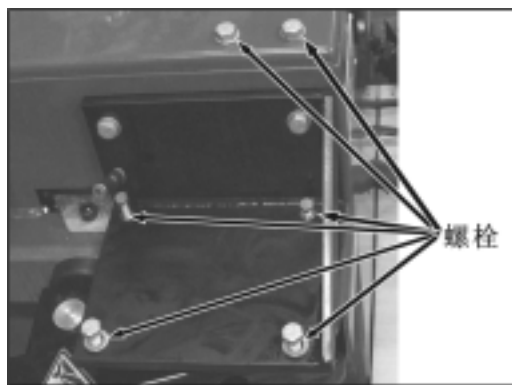

图 16
2. 将机箱右侧的螺栓（如图 16）和垫片取下，然后将机体（如图 15 中安装好的组件）竖立在座架上，加上垫片用螺栓拧紧，最后将机体下部漏出的 pu 管从机箱右侧的小孔插入箱体内部。